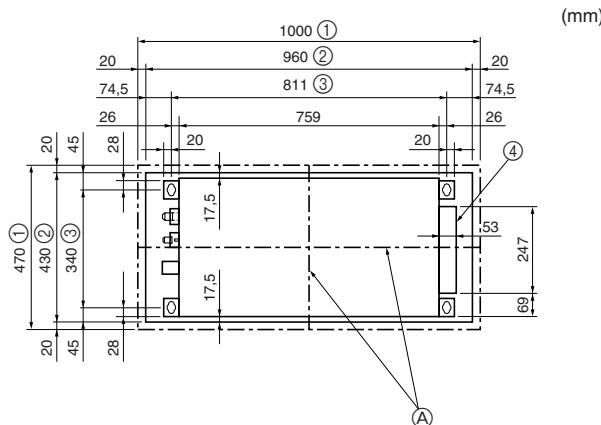
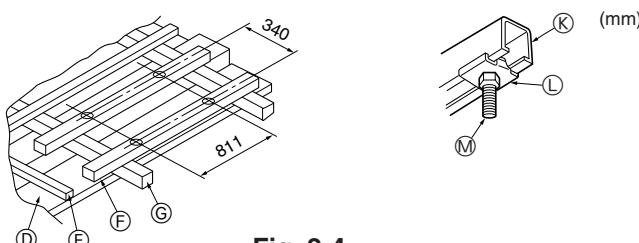

Fig. 2-3
Fig. 2-4
2.3. Apertura del techo y ubicación de los tornillos de suspensión (Fig. 2-3)
- ① Lado exterior de la rejilla
- ② Abertura del techo
- ③ Paso del perno
- ④ Caja de componentes eléctricos
① Estructuras de madera (Fig. 2-4)